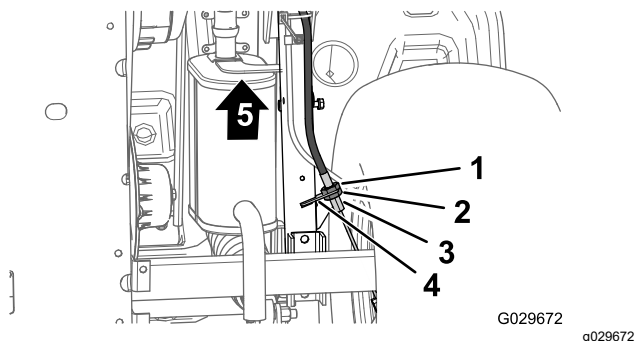

图 63
3. 在机器的底部将手刹拉索螺纹调节器的后锁紧螺母松开 4 圈 图 63。
4. 拧紧前锁紧螺母 图 63。
- A. 将手刹拉索螺纹调节器的前锁紧螺母 图 63 松开 1 圈。
- B. 拧紧后锁紧螺母 图 63。
- A. 将手刹拉索螺纹调节器的后锁紧螺母 图 63 松开 1 圈。
- B. 拧紧前锁紧螺母 图 63。